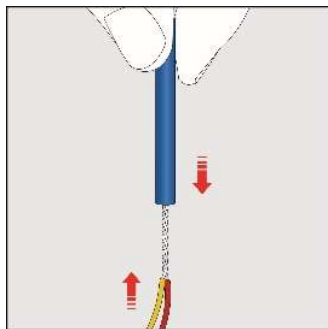

Abb. 3-40
- Setzen Sie die PVC-Schlauchhülle auf, danach die Hülle zusammen mit den Drähten umbiegen, um so eine widerstandsfähigere Verbindung herzustellen (Abb. 3-40 bis 3-43).